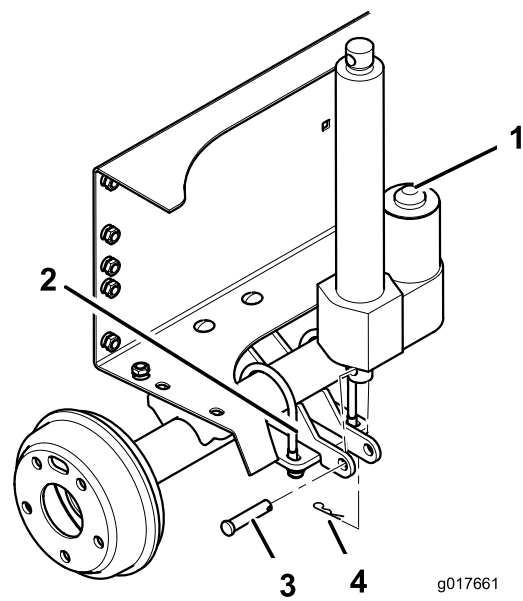

Bild 11
- Befestigen Sie das untere Ende des Hubaktuators mit einem Lastösenbolzen und einem Splint an der Hubzylinderstütze. Positionieren Sie die Teile, wie in Bild 11 dargestellt.